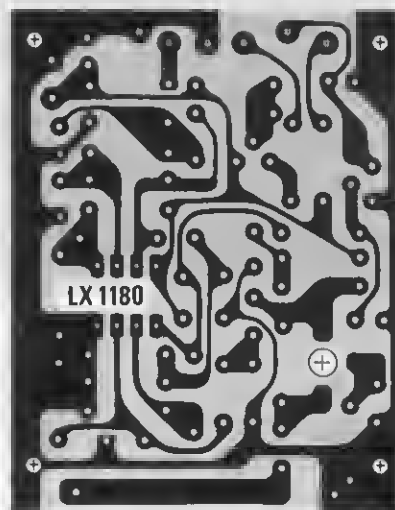

Fig.2 Disegno a grandezza naturale del circuito stampato LX.1180 visto dal lato rame.
**Fig.2** Sui due lati della tavoletta in legno abbiamo applicato due righelli alti circa 5,5 cm in modo da ottenere una distanza tra il bulbo della lampada ed il corpo superiore degli integrati (Eprom o Microprocessori cancellabili) che non risulti minore di 2 cm. Questa distanza non è critica, ma se superate i 4 cm dovrete aumentare i tempi d'esposizione.